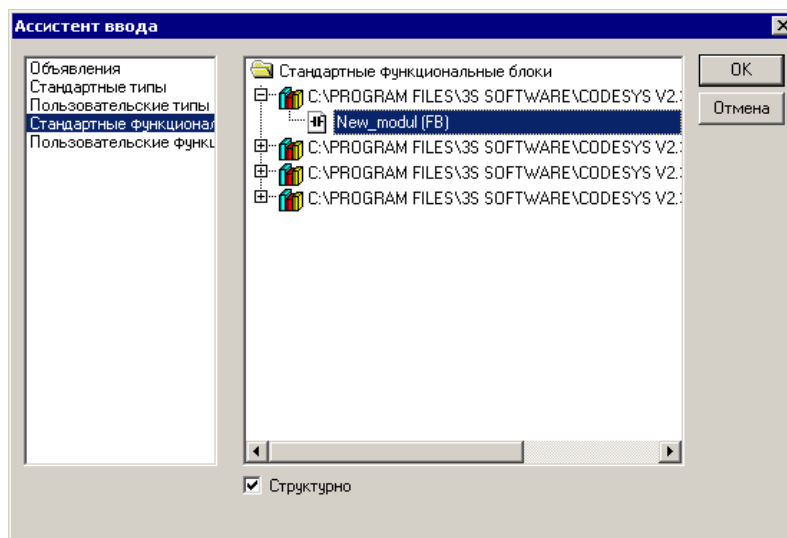

Рисунок 4.11 – Окно «Ассистент ввода»
- 7) После этого новый функциональный блок отобразится в перечне доступных стандартных функциональных блоков окна «Ассистент ввода» и может быть добавлен в текущий проект аналогично тому, как это выполняется для функциональных блоков из состава поставляемых библиотек (см. раздел 4.2.4 ), см. рисунок 4.11.